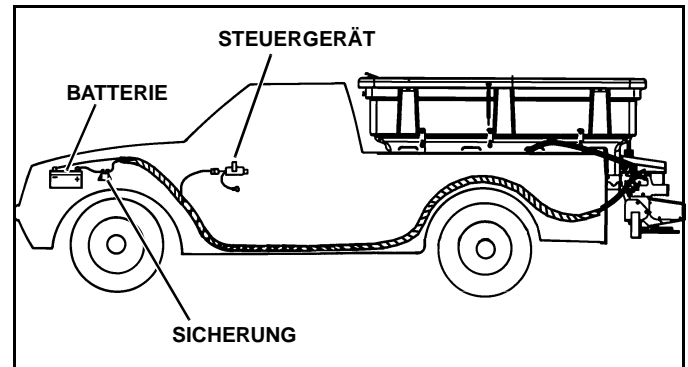

Abb. 1-2
*HINWEIS:* Nehmen Sie sich zusätzlich die nötige Zeit, um die Verlegung des Kabelbaums zu planen, bevor Sie Löcher bohren oder den Kabelbaum bzw. den Kippschalter befestigen. Lesen Sie alle Anleitungen sorgfältig durch, um sicherzustellen, dass alle erforderlichen Voraussetzungen für eine sichere und professionelle Montage erfüllt sind (Siehe Abb. 1-2).